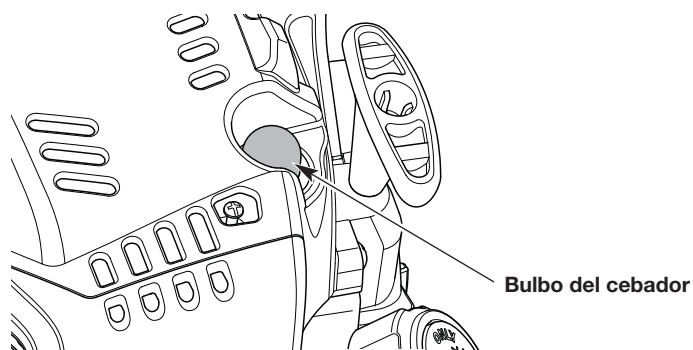

Fig. 9
3. Presione y luego suelte el bulbo del cebador lentamente **10 veces** (Fig. 9).